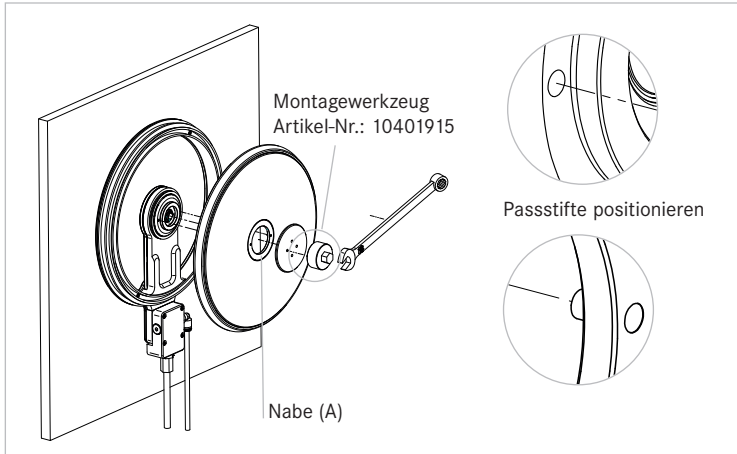

Abbildung 11: Montage Drehscheibe
- Setzen Sie dann die Nabe (A) der Drehscheibe auf den Motor der Basiseinheit, achten Sie hierbei darauf, dass die Passstifte der Rotornabe in die Bohrungen des Motors greifen (Abbildung 11).
- Setzen Sie den Anschraubdeckel vorsichtig auf das Gewinde des Motors, um dieses nicht zu beschädigen. Nun ziehen Sie diese vorerst nur mit der Hand (im Uhrzeigersinn) fest (Abbildung 11).